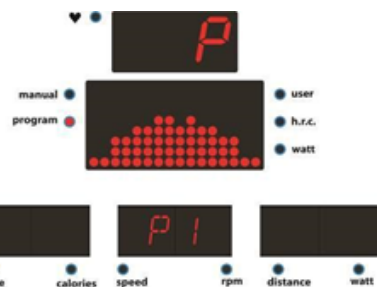

Abbildung 7
2. Benutzen Sie UP/DOWN, um ein Programm P1 – P12 (Abb. 7) auszuwählen und dann MODE zur Bestätigung.